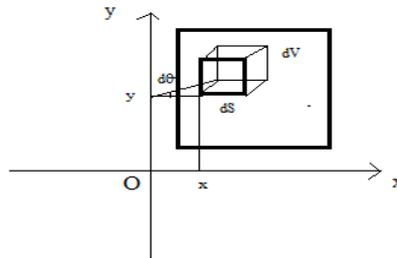

Figure III.12
Soit (S) une surface homogène de masse m_s située dans un plan (O, x, y) et ne coupe pas les axes (Ox, Oy) Figure III.12. La rotation de (s) autour de l'axe (Oy) engendre un volume (V_y) et la rotation de (S) autour de l'axe (Ox) engendre un volume (V_x).